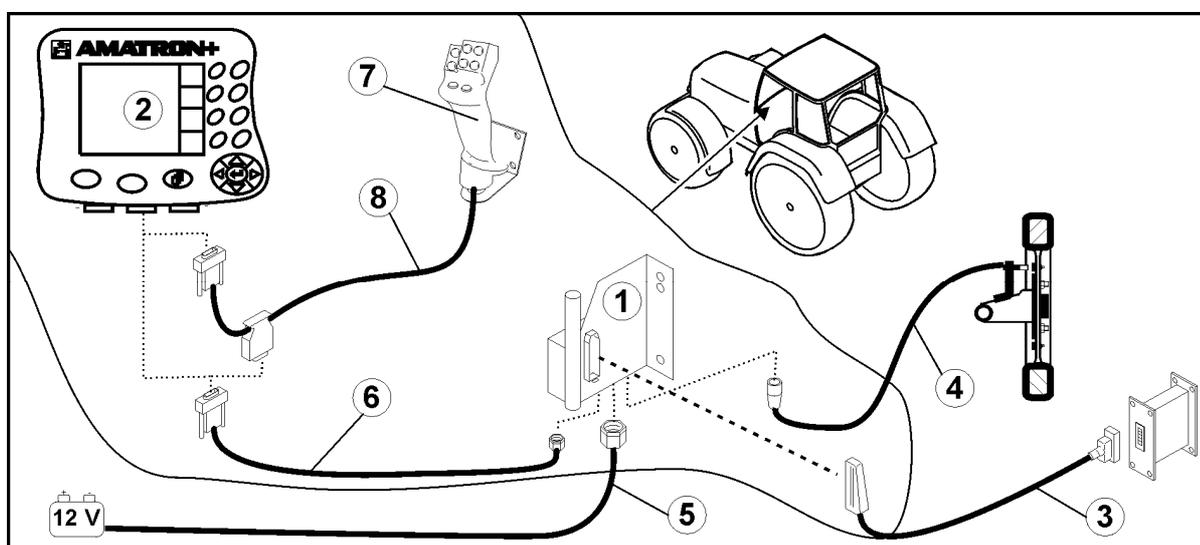
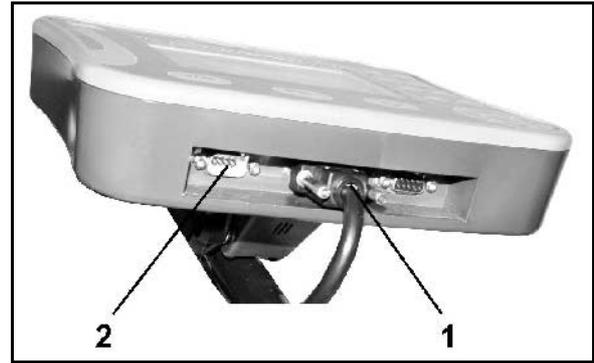

Рис. 1
Рис. 2
- Базовое оснащение трактора (Рис. 1/1, консоль управления с распределительным устройством) должно быть установлено в зоне, доступной для обзора и удобной для работы с органами управления, в свободном от вибраций и защищённом от статической электризации месте кабины с правой стороны от водителя.
- Соединительный кабель для подключения к аккумулятору (Рис. 1/5).
- Сигнальный кабель гнезда сигнала трактора или датчика пробега (Рис. 1/4).
- Соединительный кабель к устройству **AMATRON⁺** (Рис. 1/6).
- Установите терминал **AMATRON⁺** (Рис. 1/2) на базовое оснащение трактора.
- Вставьте штекер соединительного кабеля (Рис. 1/6) в среднее 9-полюсное гнездо Sub-D (Рис. 2/1).
- Соедините агрегат с помощью с помощью штекера агрегата (Рис. 1/3) с терминалом **AMATRON⁺**.
Джойстик (Рис. 1/7) подключается с помощью Y-кабеля (Рис. 1/8).
- Последовательный порт (Рис. 2/2) позволяет подключить КПК.